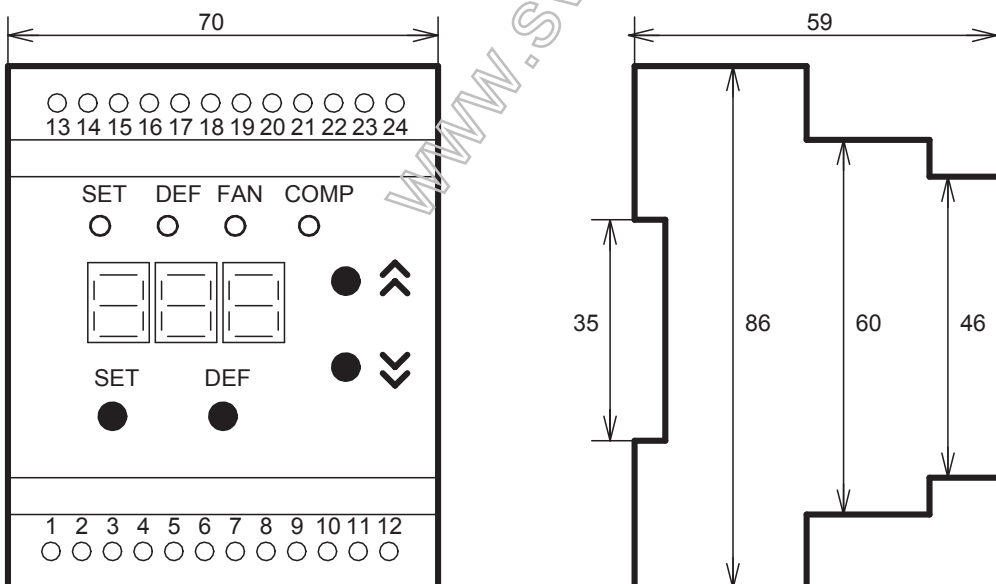

Рисунок 1
3.2. Органы управления и габаритные размеры устройства. Рисунок 1.